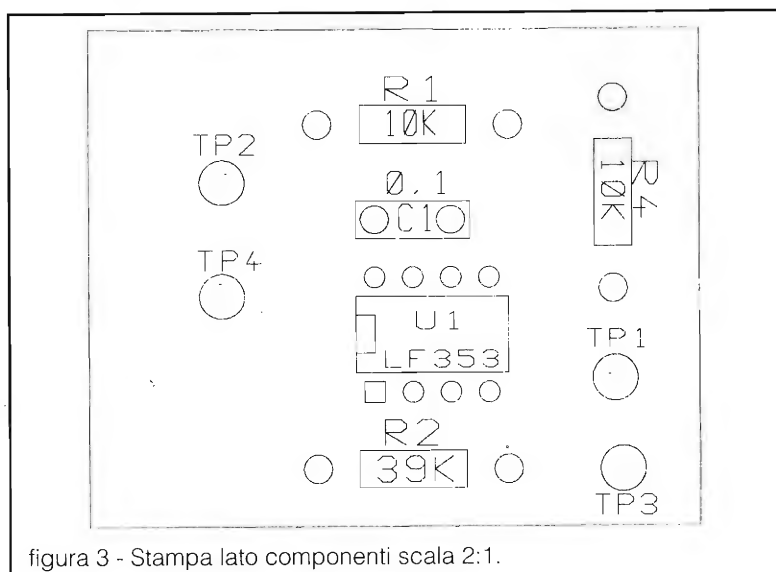

figura 3 - Stampa lato componenti scala 2:1.
- la serigrafia ossia il lato componenti: vengono stampati pad e l'ingombro fisico dei moduli (figura 3).